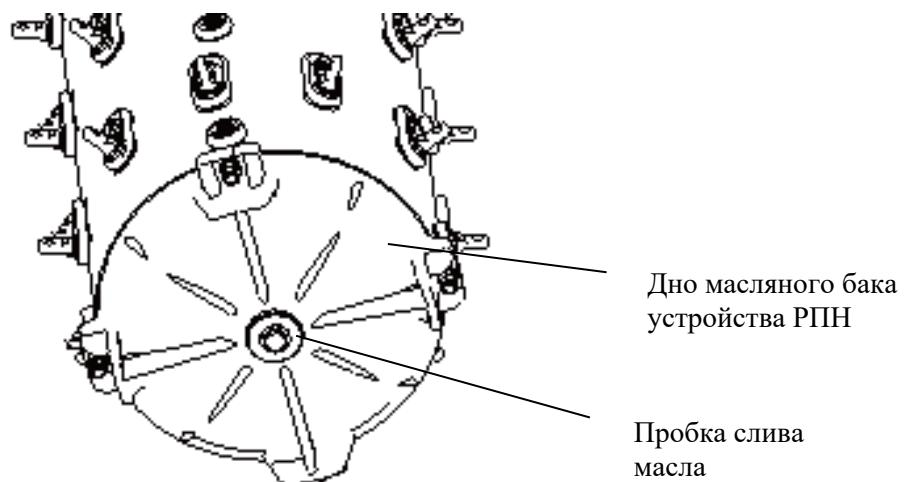

Рисунок 25 Расположение пробки слива масла
1) Используя торцевую головку 24 мм ослабьте затяжку пробки слива масла на дне масляного бака устройства РПН (Рисунок 25). Полное выкручивание пробки для слива масла не допускается.